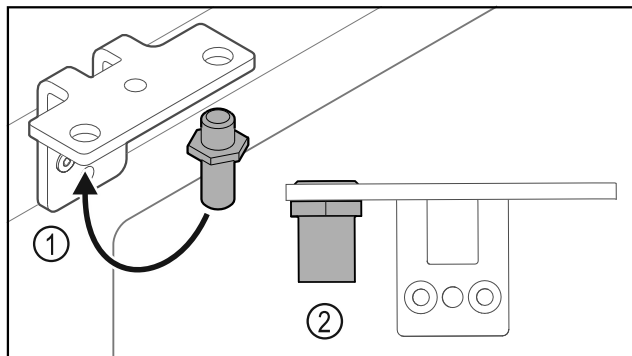

Fig. 25
- ▶ Prestavite sornik v kotnik tečajev vrat Fig. 25 (1).
- ▶ Sornike Fig. 25 (2) zategnite **z zateznim momentom 12 Nm**.